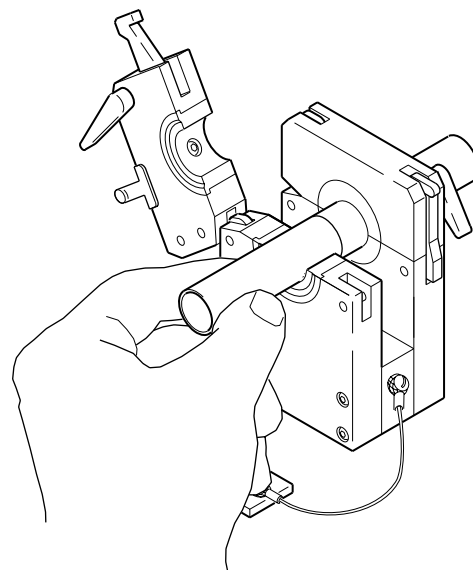

Рисунок 16. Установка второго изделия
5. Установите второе изделие (заготовку) встык с первым и зафиксируйте верхнюю боковую пластину. См. рисунок 16.